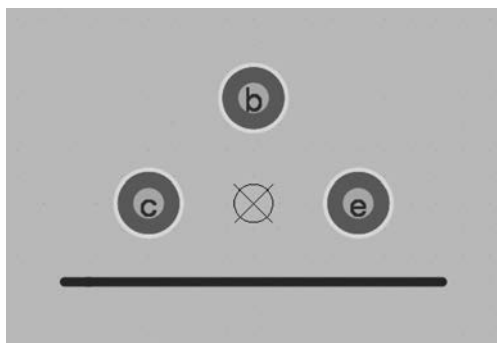

图 5-41 绘制一段直线
(8) 绘制一段直线。单击工作区窗口下方标签栏中的“Top Overlay”(顶层覆盖)选项,将活动层设置为顶层丝印层。单击菜单栏中的“放置”→“线条”命令,光标变为十字形状,单击确定直线的起点,移动光标拉出一条直线,用光标将直线拉到合适位置,单击确定直线终点。单击鼠标右键或者按 Esc 键退出该操作,结果如图 5-41 所示。